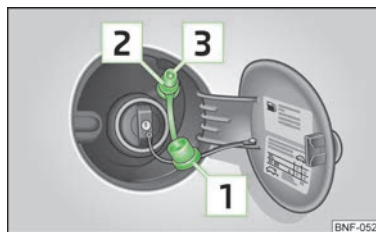

Fig. 96
- Scoateți capacul **1** » fig. 96 de pe ștuțul de alimentare cu gaz **2**.
- Verificați dacă inelul de etanșare **3** » fig. 96 a rămas blocat în ștuțul de alimentare cu gaz. Dacă acesta a alunecat pe cuplajul de umplere, acesta trebuie reintrodus în ștuțul de alimentare cu gaz.